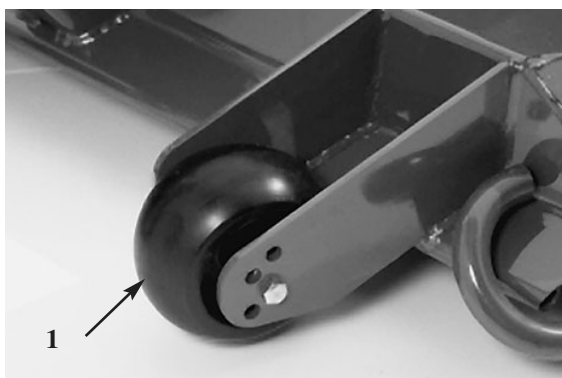

**Fig. 3**
Regolazione del rullo anteriore (Fig. 3)
1. Togliere la vite mordente e il dado che fissano l'albero del rullo alla staffa dell'apparato di taglio (Fig. 3).